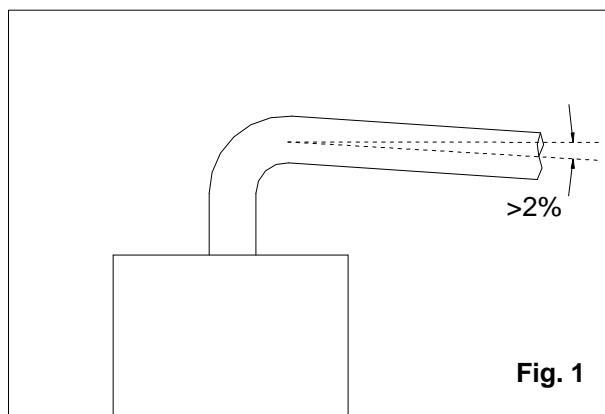

Fig. 1
- c. svitare le viti e rimuovere il piastrino A (vedi fig. 1).
**⚠** Al fine di garantire la funzionalità e l'efficienza dell'apparecchio si deve prevedere per i canali d'aspirazione e scarico, per i tratti orizzontali, una pendenza minima del 2% verso il basso dall'apparecchio verso l'esterno (fig. 1).